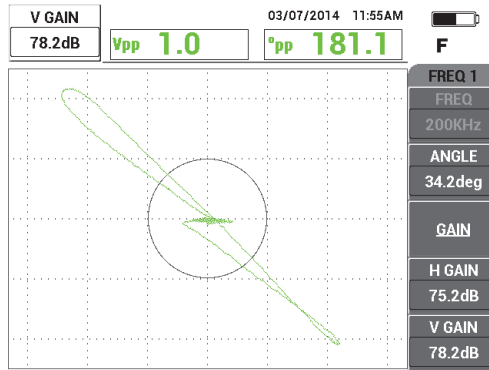

図 5-57 画面の垂直方向に広がる信号
7. ゲインキー (**dB**) を 3 回押して **V ゲイン** パラメーターにアクセスし、続いて信号が画面の高さ 80% に達するまでノブを使って垂直ゲインを上げます (171 ページの図 5-57 を参照)。